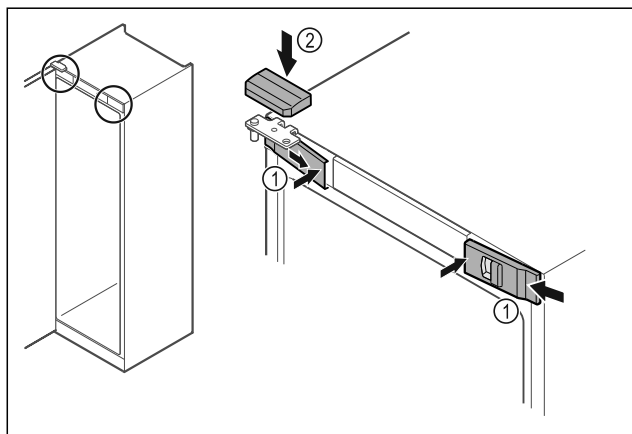

Fig. 44
- ▶ Įkabinkite priekines dengiamąsias plokšteles Fig. 44 (1) šone ir užfiksuokite vidinėje pusėje.
- ▶ Užfiksuokite viršutinę dengiamąją plokštelę Fig. 44 (2) iš viršaus.